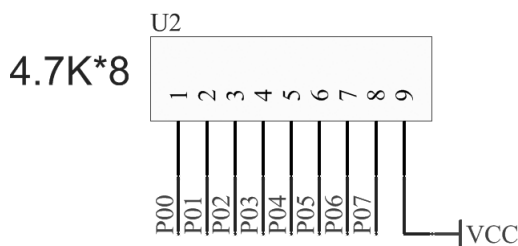

图 15-24 完成连线后的驱动电路原理图
4) 选择“放置”→“网络标号”菜单命令，或单击工具栏中的（放置网络标号）按钮，移动光标到需要放置网络标签的导线上，设置输入所需参数，完成连线后的驱动电路原理图如图 15-24 所示。单击“原理图标准”工具栏中的（保存）按钮，保存原理图文件。